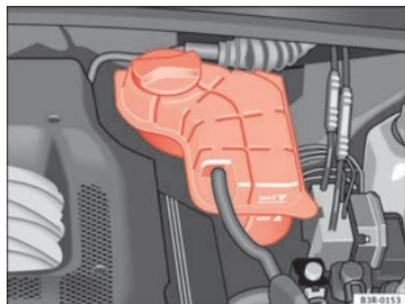

Fig. 168 Compartiment-moteur : vase d'expansion du liquide de refroidissement
- Contrôlez le niveau de liquide de refroidissement dans le vase d'expansion ⇒ fig. 168. Il doit se situer entre les repères « min » et « max » lorsque le moteur est froid. Lorsque le moteur est chaud, il peut se situer légèrement au-dessus du niveau « max ».
- Couvrez le bouchon du vase d'expansion avec un chiffon ⇒ fig. 168 et dévissez-le en le tournant **avec précaution** vers la gauche ⇒ ⚠.